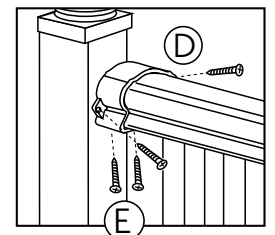

Figura 8
- 15.) Instale los dos últimos tornillos por la parte inferior del soporte de barandal superior y hasta el barandal superior (Figura 8).